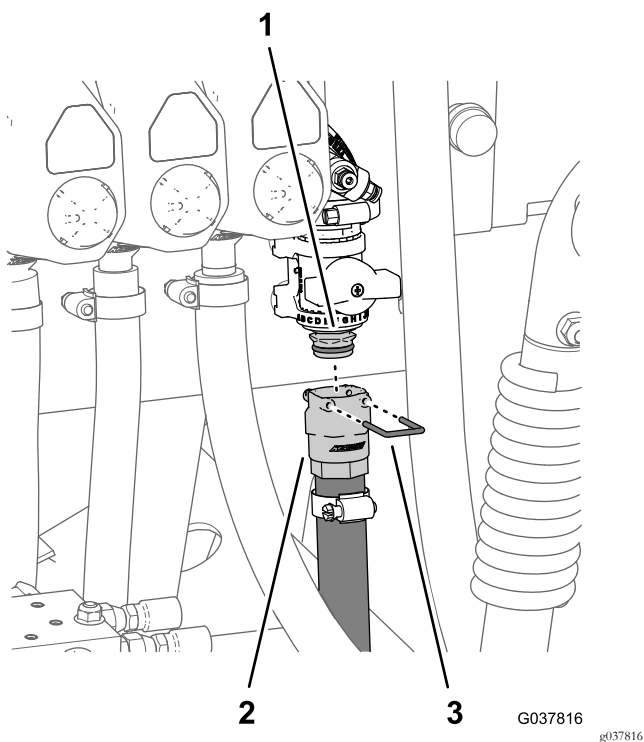

Figura 94
2. Monte a união de ligação rápida (tomada) do tubo à união de ligação rápida da válvula de corte da flange (Figura 94).
3. Monte as uniões de ligação rápida dos tubos e a válvula de corte do misturador com o retentor que foi fornecido com a união de ligação rápida do tubo (Figura 94).